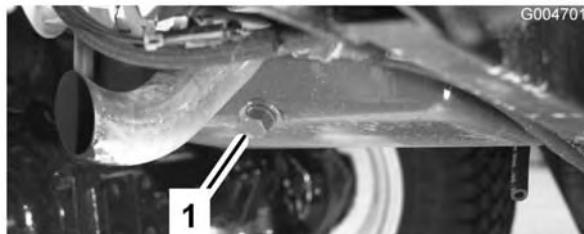

Bild 49
- Entfernen Sie eine der Ablassschrauben (Bild 49) und lassen Sie das Öl in die Auffangwanne ab. Schrauben Sie die Ablassschraube wieder ein, nachdem das Öl abgelaufen ist.